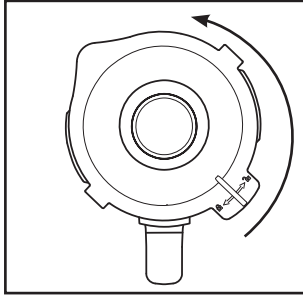

Abb. 1
- 2) Entfernen Sie den Deckel **2**, indem Sie ihn so weit gegen den Uhrzeigersinn Richtung Position  drehen (siehe Abb. 1), bis Sie ihn nach oben abziehen können.
- 1) Nehmen Sie den Mixaufsatz **3** vom Motorblock **6**. Entfernen Sie für eine bessere Standfestigkeit den Deckel **2**, indem Sie ihn so weit gegen den Uhrzeigersinn Richtung Position  drehen (siehe Abb. 1), bis Sie ihn nach oben abziehen können.